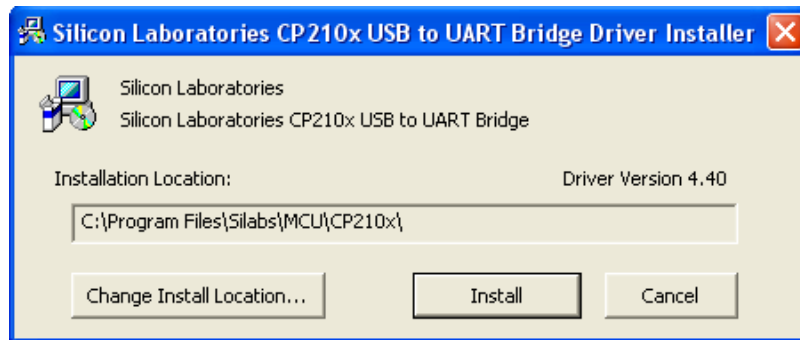

Figura 1-4
11. Si se necesita un nuevo driver, la siguiente ventana (Figura 1-4) aparecerá, haga clic en "Install".